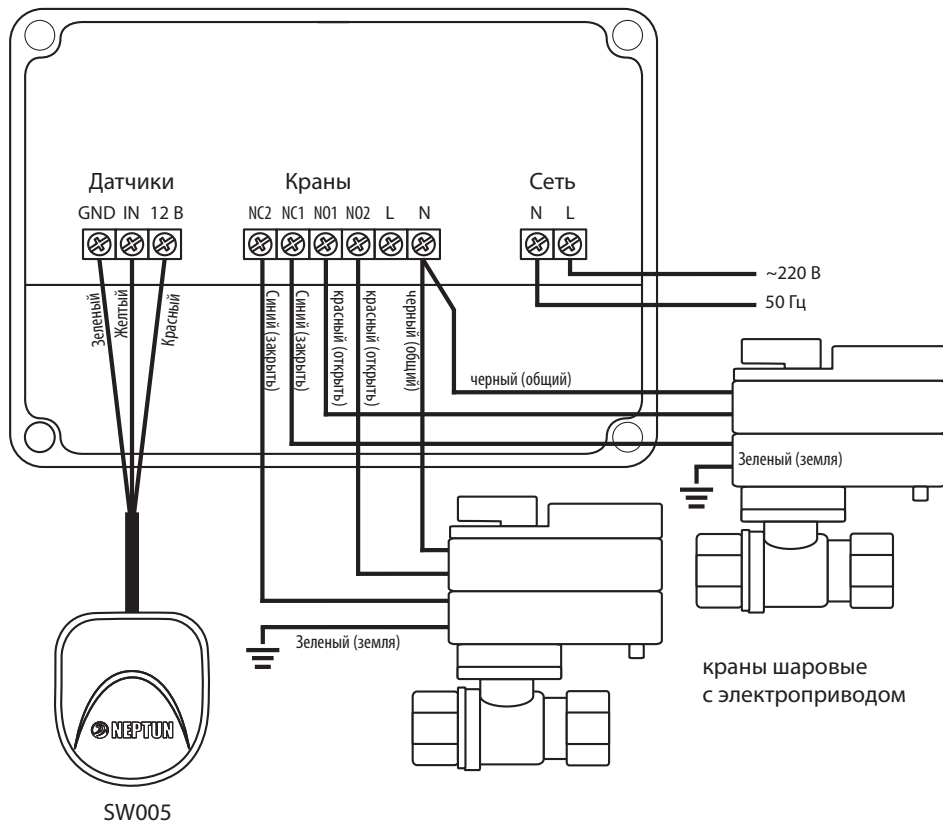

Рис. 8. Схема подключения датчиков, кранов с электроприводом серии JW5000 220 VAC и серии Neptun Bugatti 220 В к модулю управления Neptun Base
- К модулю управления Neptune Base подвести фазу и ноль согласно схеме подключения (рис.8)
- выполните соединение проводов в соответствии со схемой на рис. 8 и 9 (в зависимости от того, какие краны с электроприводом вы используете);